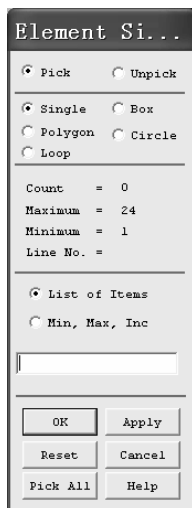

图 2-153 “Element Si...”窗口
(3) 在 “Meshing Attributes” 窗口下进行选择: 在 “[TYPE] Element type number” 后的方框中选择 “1 SOLID164”, 在 “[Mat] Material number” 后的方框中选择 “1”, 然后单击 “Meshing Attributes” 窗口中的 “OK” 按钮。
(4) 单击 “MeshTool” 窗口中 “Lines” 后的 “Set” 按钮, 弹出 “Element Si...” 窗口 (见图 2-153)。